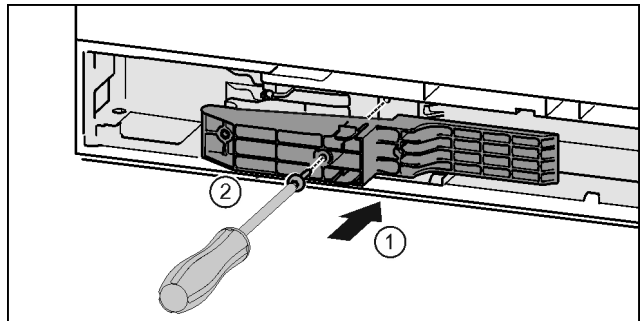

Fig. 45*
- ▶ Adapterstück auf der Griffseite in die Aussparung einsetzen. Fig. 45 (1)*
- ▶ Schrauben mit Schraubendreher T15 festschrauben. Fig. 45 (2)*